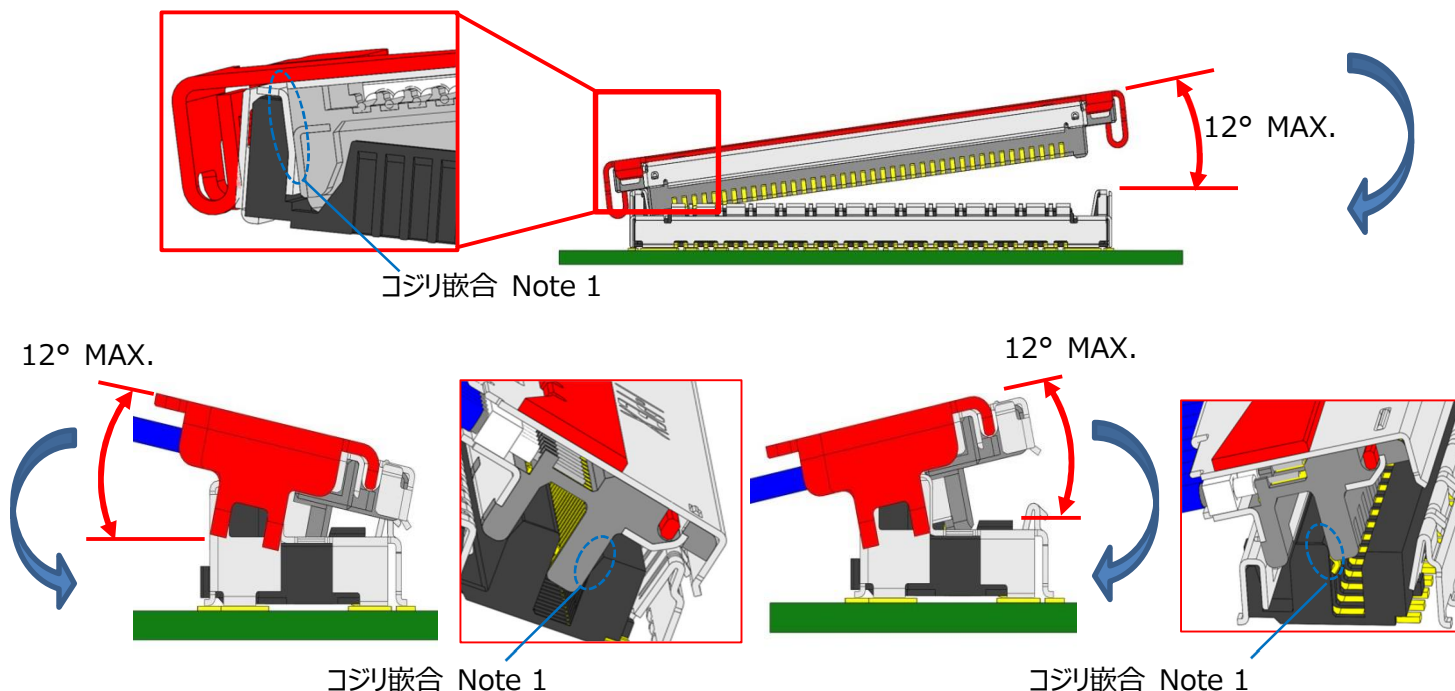

Fig.8 挿入許容角度
製品高さ方向の挿入角度は Fig.8 の様 12°以内とし、その後 ケーブル側コネクタが基板側コネクタに対し平行になるよう、仮挿入を行う。
- ・コネクタ嵌合時、初期挿入許容角度は Fig.8 の通りです。その後過度な力を掛けず平行になるようにセットしてください。コネクタをセットしたときに許容角度を超えた状態でケーブル側コネクタを強く押し込まないでください。